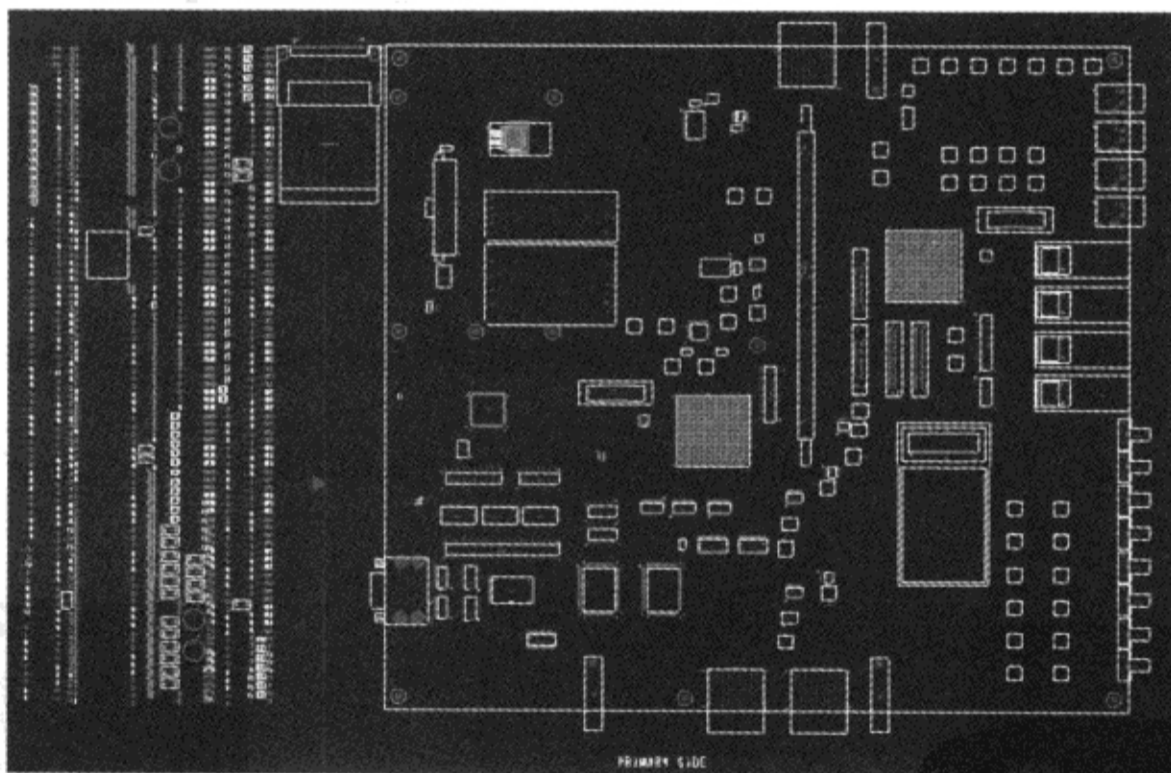

图 2-5-14 快速摆放元器件
(14) 单击“Place”按钮，摆放元器件于板框外，如图 2-5-14 所示。